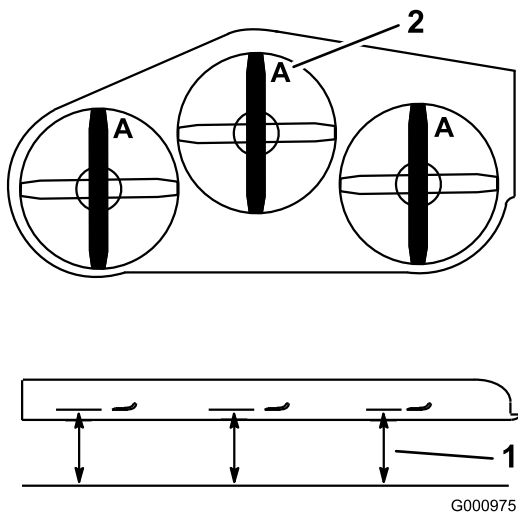

Figure 101
4. Mesurez la distance entre la surface plane et le tranchant (position A) des lames (Figure 101).